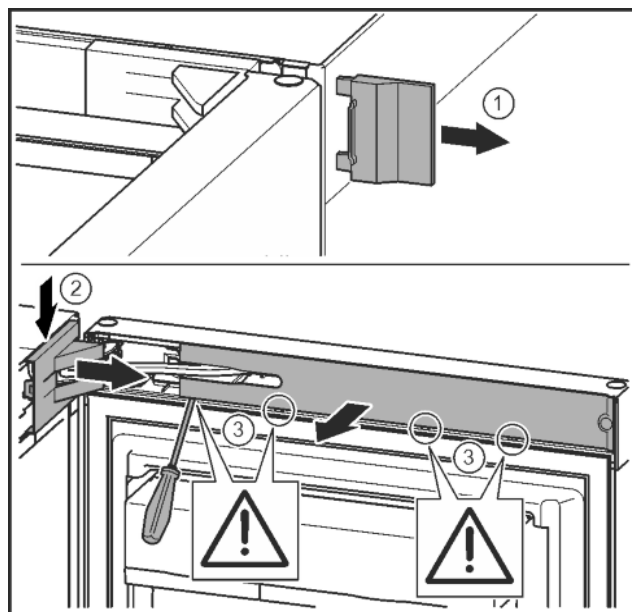

Fig. 9
- ▶ Zdjąć zewnętrzną osłonę. Fig. 9 (1)
- ▶ Wyczepić i poluzować osłonę płytki zawiasu. Zdjąć osłonę płytki zawiasu. Fig. 9 (2)
- ▶ Przy pomocy śrubokręta wyczepić zaślepkę i odchylić w bok. Fig. 9 (3)